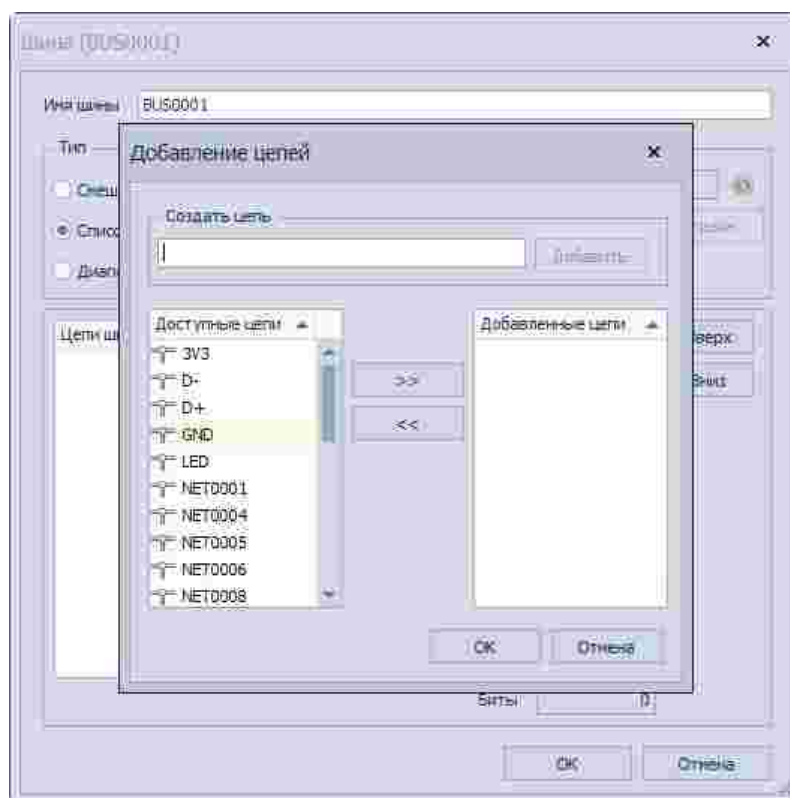

Рис. 147 Вызов окна по добавлению цепей
1. В окне редактора цепей шины в поле «Список» нажать кнопку «Добавление цепей». Откроется окно «Добавление цепей», см. Рис. 147.